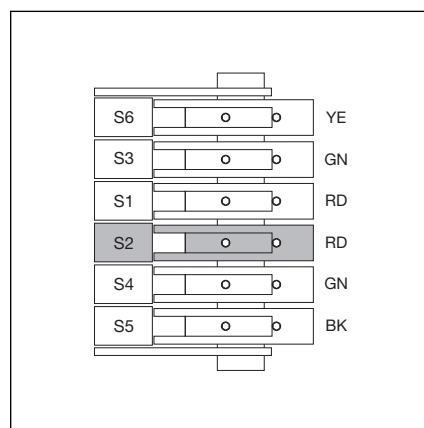
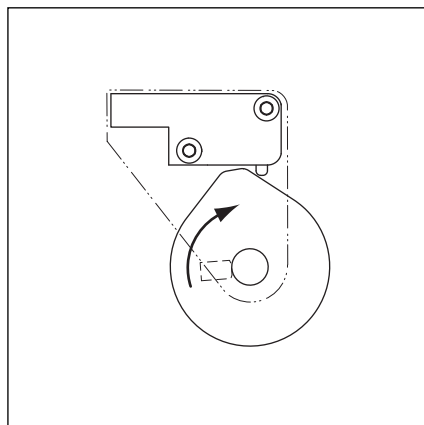

Рис. 6-49: Неподвижный контактный кулачок **S2**: защитный конечный выключатель «Ворота Закр.»
Рис. 6-50: Направление включения неподвижного контактного кулачка **S2**: защитный конечный выключатель «Ворота Закр.»
1. Поворачивайте неподвижный контактный кулачок для защитного конечного выключателя *Ворота Закр.* (рис. 6-49, **S2**, красного цвета) в указанном направлении (рис. 6-50) и настройте таким образом, чтобы сразу после прохождения конечного выключателя **S4** сработал защитный конечный выключатель.